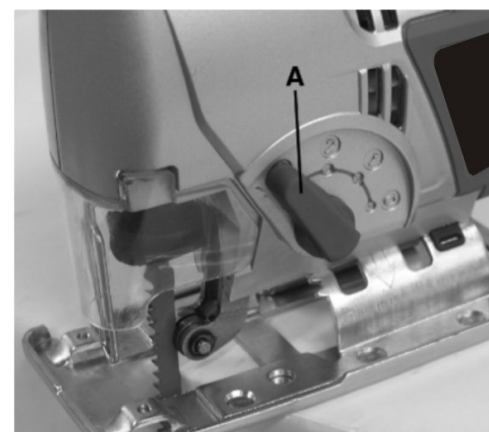

Figure 3
Hay 4 acciones de corte: 3 posiciones orbitales y 1 posición de corte recto. Para cambiar la acción de corte, gire la palanca de ajustes orbitales (A), Fig. 3.